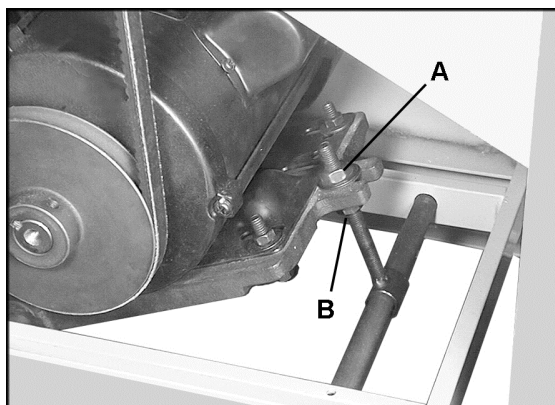

Рис. 13
4. Чтобы увеличить натяжение приводного ремня, ослабьте нижнюю шестигранную гайку (В, Рис. 13) с помощью 17 мм гаечного ключа и затяните верхнюю шестигранную гайку (А, Рис. 13). По завершении снова затяните нижнюю гайку (В, Рис. 13).
3. Ослабьте верхнюю шестигранную гайку (А, Рис. 13) на подмоторной плите и поднимите двигатель, чтобы создать провисание приводного ремня. Снимите приводной ремень с обоих шкивов.